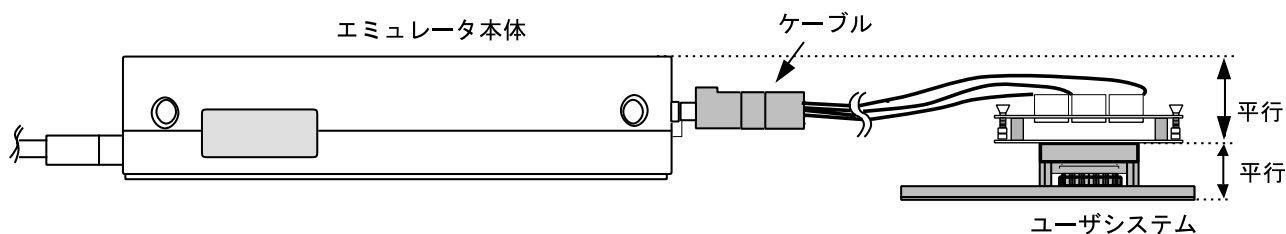

図10 設置例
- (1) ユーザシステムへの接続時には1ピン位置に十分注意して、誤接続は絶対にしないでください。
- (2) 本ユーザシステムインタフェースケーブルを使用する場合の推奨マウントパッド寸法は、MCU実装用マウントパッド寸法とは異なりますので注意してください。
- (3) 本ユーザシステムインタフェースケーブルは、HS2628EPI61Hエミュレータ専用ですので、他のエミュレータ本体には使用しないでください。
- (4) ケーブル本体部が断線する可能性がありますので、本ユーザシステムインタフェースケーブルの上に重いものや金属等の角の尖ったものを置かないでください。
- (5) ユーザシステムに接続した状態では、ユーザシステムインタフェースケーブル、特にケーブル先端部に無理な力が加わらないように注意する必要があります。図10の設置例を参照してご使用ください。